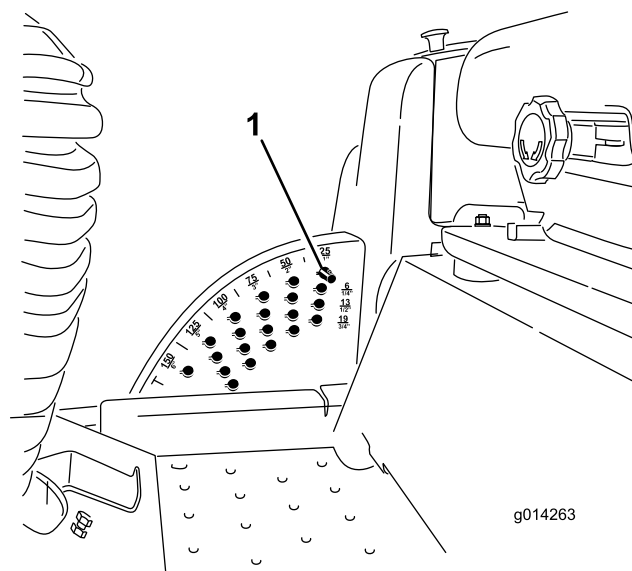

Figura 6
1. Com o motor a trabalhar empurre para trás o interruptor de elevação do cortador até que o cortador esteja completamente levantado e **solte imediatamente o interruptor** (Figura 6).
2. Para ajustar, rode o pino de bloqueio até que o pino do mesmo fique alinhado com as ranhuras nos orifícios no suporte da altura de corte e remova-o (Figura 6).
3. Selecione um orifício, no suporte da altura de corte, que corresponda a altura de corte desejada, insira o pino e rode-o para o bloquear no lugar (Figura 6).
- Nota:** Existem duas filas de posições de orifícios (Figura 6). A fila de cima dá-lhe a altura de corte indicada por cima do pino. A segunda fila dá-lhe a altura de corte indicada mais 6 mm. A terceira fila dá-lhe a altura de corte indicada mais 13 mm. A fila de baixo dá-lhe a altura de corte indicada mais 19 mm. Para a posição de 15,2 cm só existe um orifício, colocado na segunda fila. Isto não acrescenta 6 mm à posição de 15,2 cm.